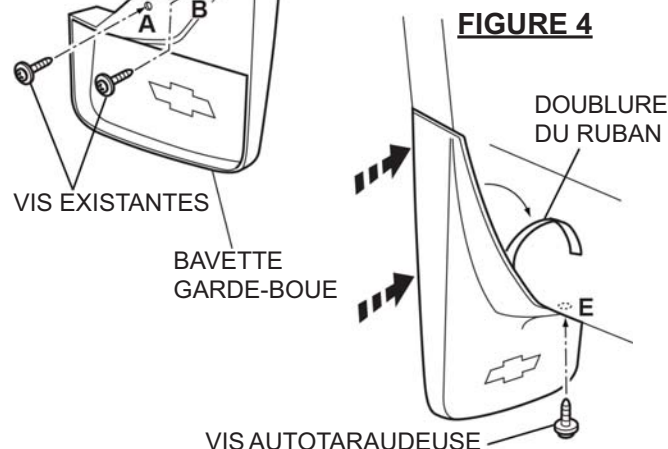

FIGURE 4
9. Serrer les vis aux emplacements (A), (B) et (C). **Ne pas trop serrer.**
10. Percer un (1) trou de 1/8 po (3,0 mm) à l'emplacement (E) d'une profondeur d'environ 11/16 po (17,0 mm).
11. Appliquer une bonne quantité de produit Super Lube à la pointe et aux filets de la vis M4.2 fournie et poser la vis à l'emplacement (E). **Voir la Fig. 4.**